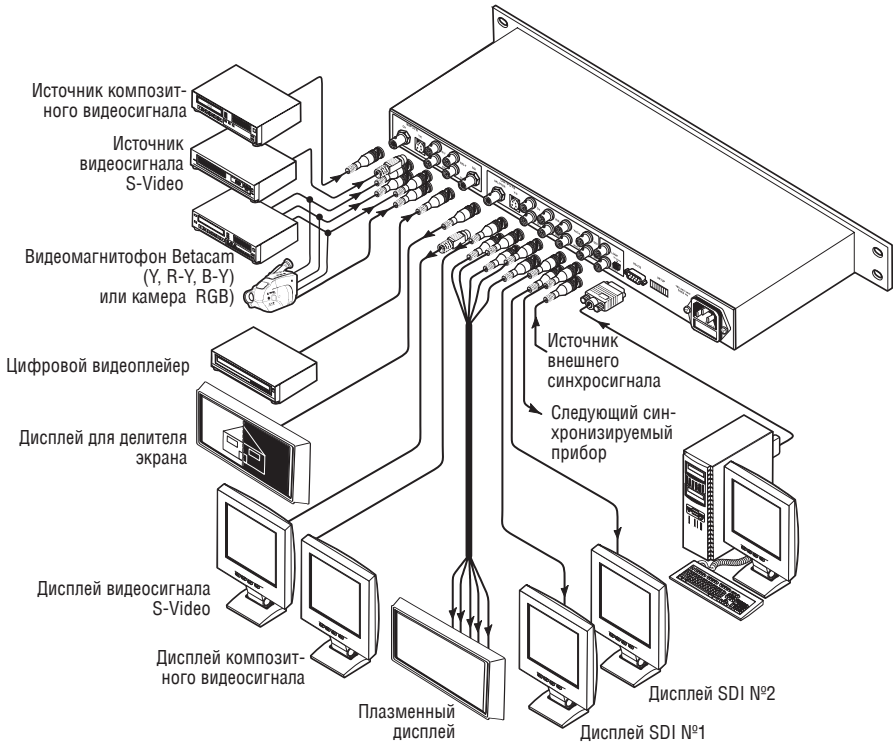

Рис. 3. Подключение цифрового видеопроцессора SP-11D
SP-11D можно использовать для преобразования композитного видеосигнала, сигнала s-Video, компонентного видеосигнала (YUV или RGB/S), сигналов SDI в композитный видеосигнал, сигнал s-Video, компонентный видеосигнал (YUV, RGsB, RGBS, RGBHV) и сигнал SDI, при этом выходной сигнал выдается одновременно во всех форматах (если нужен только один формат, оставьте ненужные выходы неподключенными). Результат преобразования и исходное изображение можно для контроля вывести одновременно на один экран, как показано на рис. 3.
8. Подключите сетевой шнур² (на рис. 3 не показан).
На рис. 3 приведен пример подключения **SP-11D**.